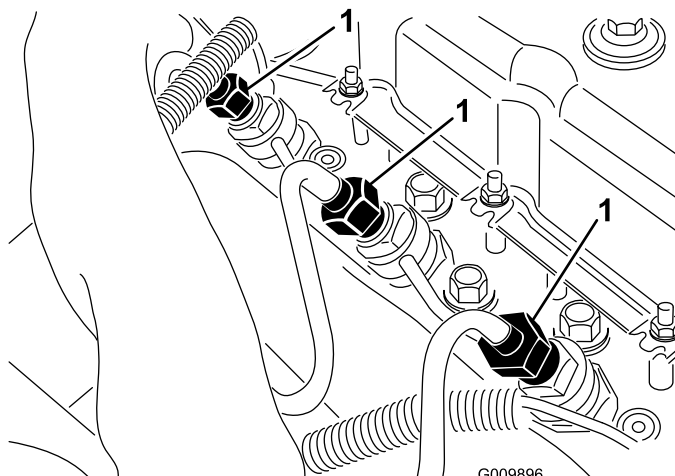

図 48
1. 燃料噴射ポンプの 1 番ノズルへのパイプ接続部をゆるめる（図 48）。